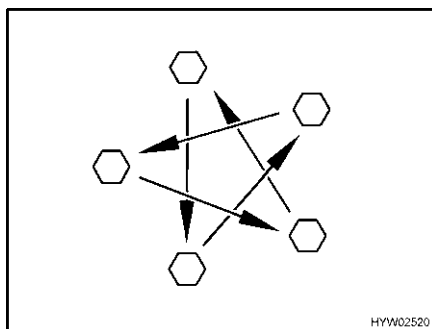

Fig. 76 Serrare a croce i dadi o i bulloni delle ruote
- Controllare regolarmente il serraggio dei dadi o dei bulloni. Regolare a croce (Fig. 76) il serraggio dei dadi o dei bulloni di una ruota sostituita dopo circa 50 km.